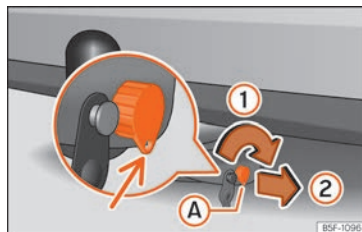
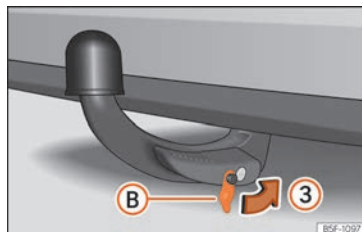

Abb. 256 Schloss sperren
Abb. 257 Abdeckkappe auf das Schloss setzen
- Drehen Sie den Schlüssel (A) in Pfeilrichtung ①, bis sich der gelochte Teil des Schlüssels unten befindet »» Abb. 256.
- Ziehen Sie den Schlüssel in Pfeilrichtung ② ab.
- Setzen Sie die Abdeckung (B) in Pfeilrichtung ③ auf das Schloss »» Abb. 257 »» ❶.
❶ VORSICHT